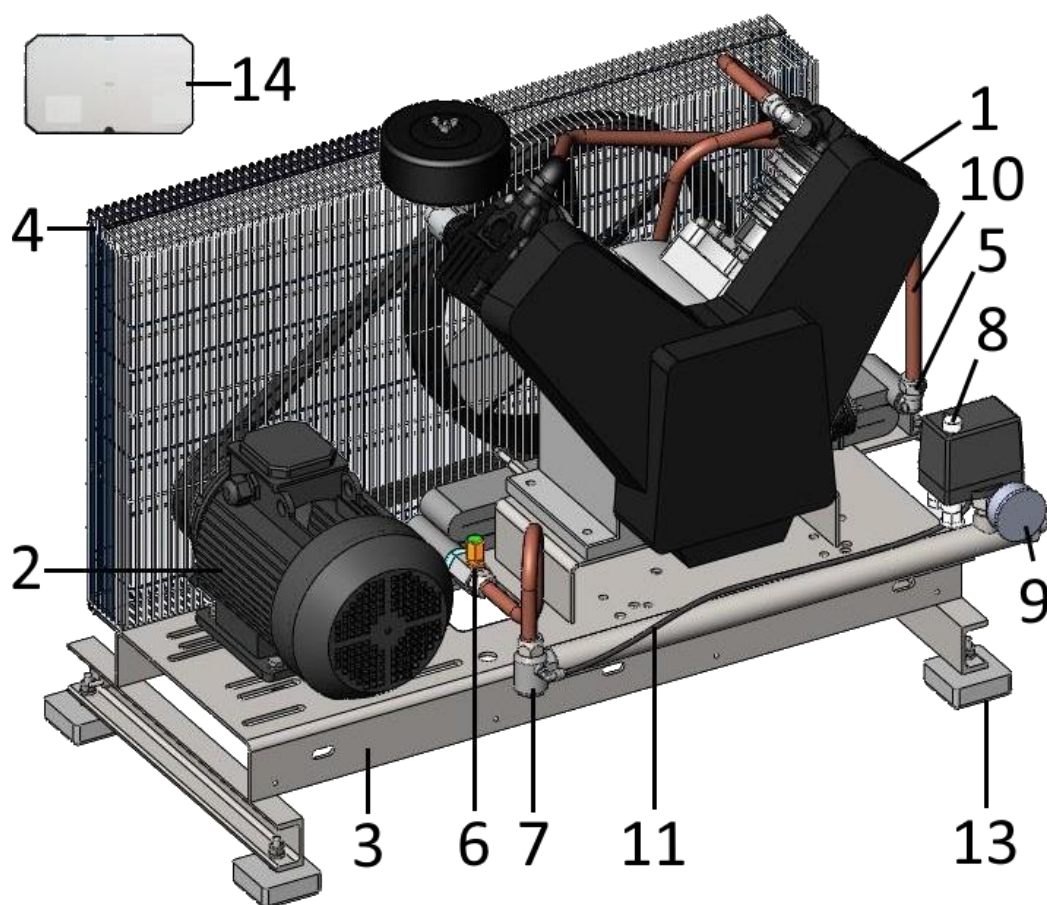

Рисунок 3 Установка компрессорная СБ4-F55, СБ4-F55 S/D, СБ4-F55/14 СБ4-F55/14 S/D
6.3.3 На отводящем трубопроводе необходимо установить трехходовой кран или другое устройство, обеспечивающее сброс давления воздуха из коллектора 12 (см. рисунок 3), при остановке и отключении компрессора от воздушной сети.
Компрессор (рисунок 3) состоит из следующих основных сборочных единиц и деталей: блока компрессорного 1, электродвигателя 2, платформы 3, защитного ограждения 4, охладителя 5, предохранительного клапана 6, обратного клапана 7, прессостата 8, манометра 9, воздухопровода 10, коллектора 11, виброопор 12, шкаф с электроаппаратурой 14 (в компрессорной установке СБ4-F55 S/D).